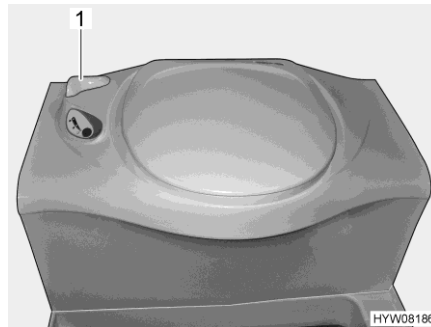

Fig. 299 Inodoro Thetford
- Antes del lavado, abrir la corredera del inodoro Thetford. Para ello, girar la palanca de corredera (Fig. 299,1) en sentido contrario a las agujas del reloj.
- Tras el lavado, cerrar la corredera. Para ello, girar la palanca de corredera (Fig. 299,1) en sentido de las agujas del reloj.